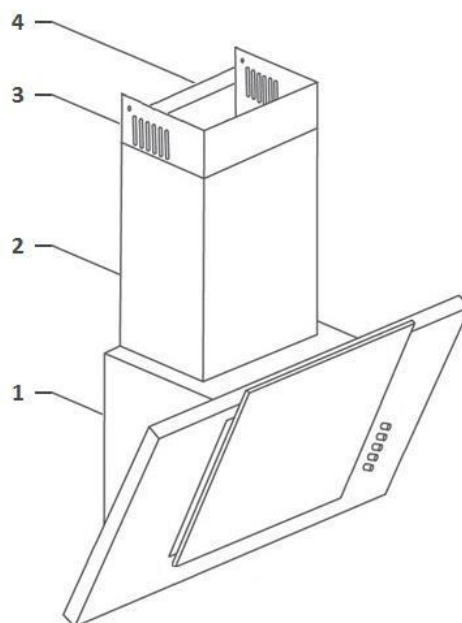

Рис. 1
КОМПЛЕКТУЮЩИЕ ДЛЯ СБОРКИ (рис. 1)
5. Сделайте отверстия в помеченных местах с помощью сверла, соответствующего диаметром прилагаемым дюбелям с шурупами (5) (рис. 1).
(рис. 1).
2. Выдвиньте верхний короб (3) (рис.1) на нужную высоту.
3. Отметьте на стене расположение отверстий, находящихся в верхнем коробе (3), для точной установки монтажной ленты (4) (рис. 1).
4. На выбранной высоте приложите к стене ленту (4) (рис.1) и отметьте отверстия для монтажа.
5. Просверлите отверстия в стене, используя сверло, диаметр которого соответствует прилагаемым дюбелям (6) (рис.1). Установите монтажную ленту (4) (рис.1) на стене, на отмеченной высоте.